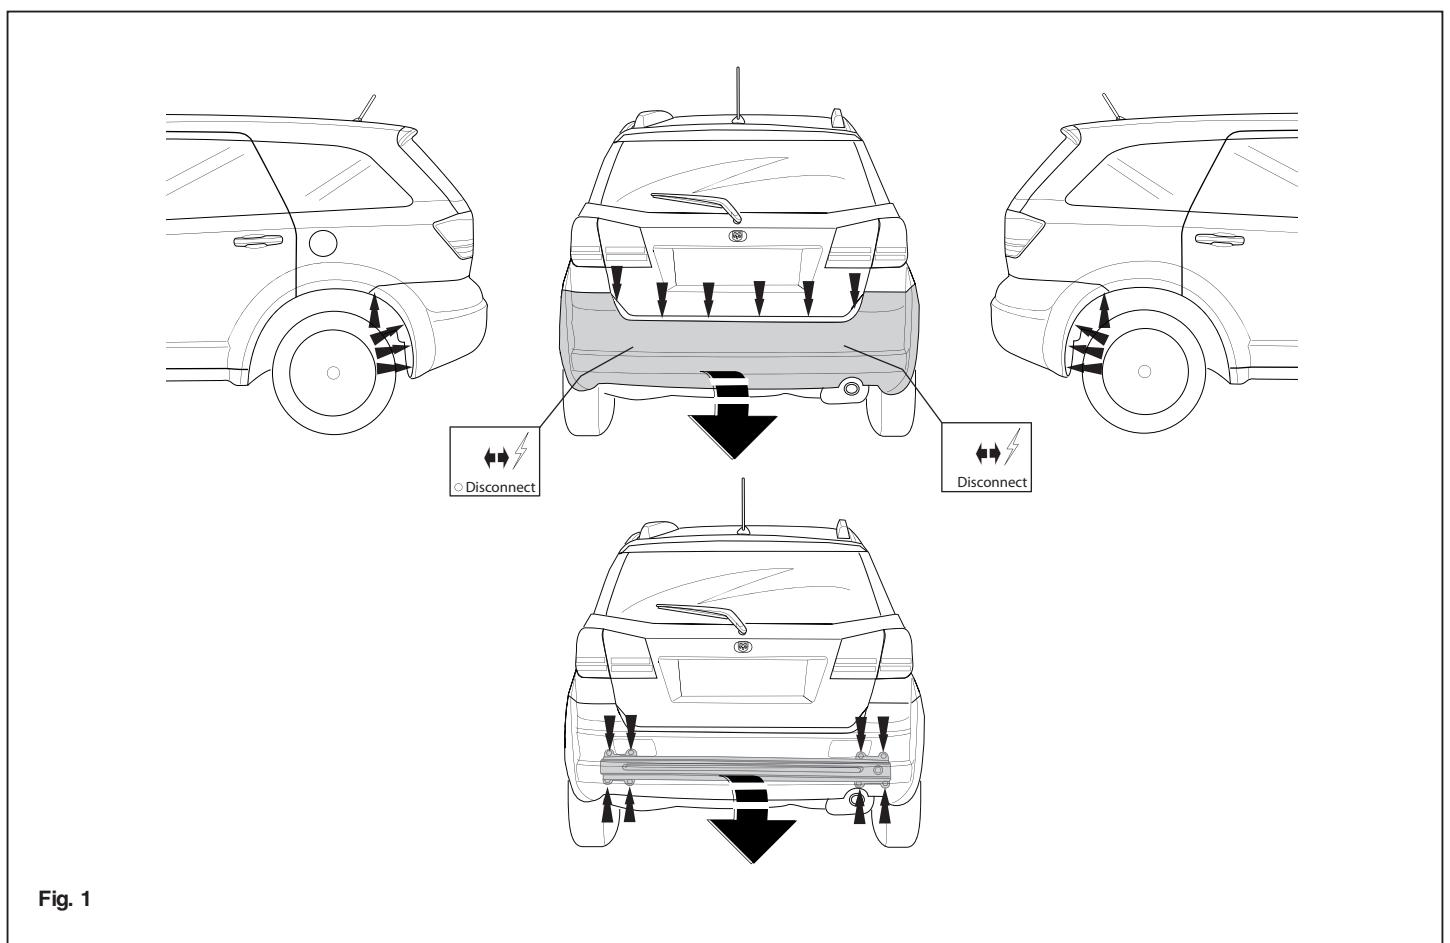

Fig. 1
1. Déposer le pare-chocs du véhicule y compris la traverse en acier. Voir la figure 1.